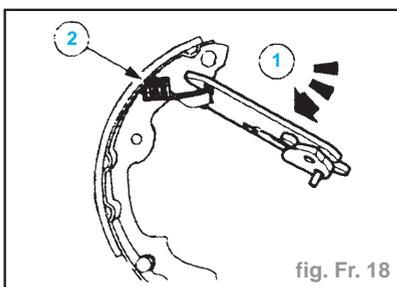

fig. Fr. 18
- Dégager la mâchoire secondaire de l'entretoise : (fig. Fr. 18)
- abaisser l'entretoise (1),
- décrocher le ressort de rappel du frein de stationnement (2).
- Poser l'entretoise sur la mâchoire secondaire : (fig. Fr. 18)